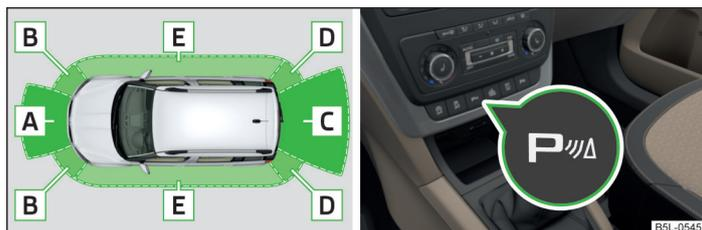

Fig. 119 Alcance de los sensores / tecla del sistema
- Si tras la activación del sistema se emite un sonido de aviso durante 3 segundos y en la proximidad del vehículo no se encuentra obstáculo alguno, existirá entonces una avería del sistema. La avería se señala adicionalmente mediante el parpadeo del símbolo  en la tecla » fig. 119 de la página 150. Recorra a la asistencia de un taller especializado.
Zona » fig. 119	Alcance de los sensores
En el caso de los vehículos con dispositivo de enganche para remolque montado de fábrica sólo son activas las zonas **A** y **B** » fig. 119 del sistema.
El sistema se activará automáticamente al aplicar la **marcha atrás** o pulsando la tecla de símbolo **P** » fig. 119 de la página 150. En la tecla se enciende el símbolo **P**, la activación se confirma con una breve señal acústica.